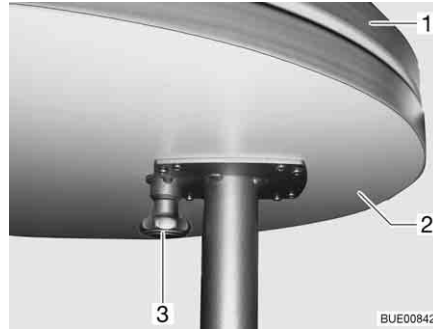

Fig. 95 Prolongación de mesa giratoria hacia fuera
- Tirar el botón (Fig. 95,3) del bloqueo hacia abajo y girar la prolongación de la mesa (Fig. 95,2) hacia fuera.
- Girar la prolongación de la mesa (Fig. 95,2) debajo del tablero de la mesa (Fig. 95,1) hasta que se oiga engatillar el bloqueo.